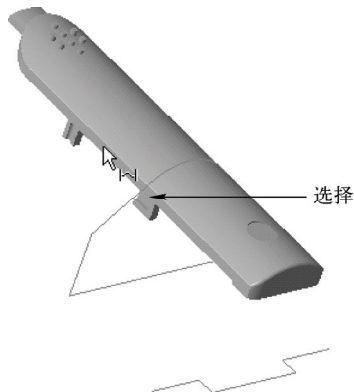

图 12-17 选择直线
STEP 03 弹出“测量：长度”工具栏，在模型上合适的直线上单击鼠标左键，如图 12-17 所示。